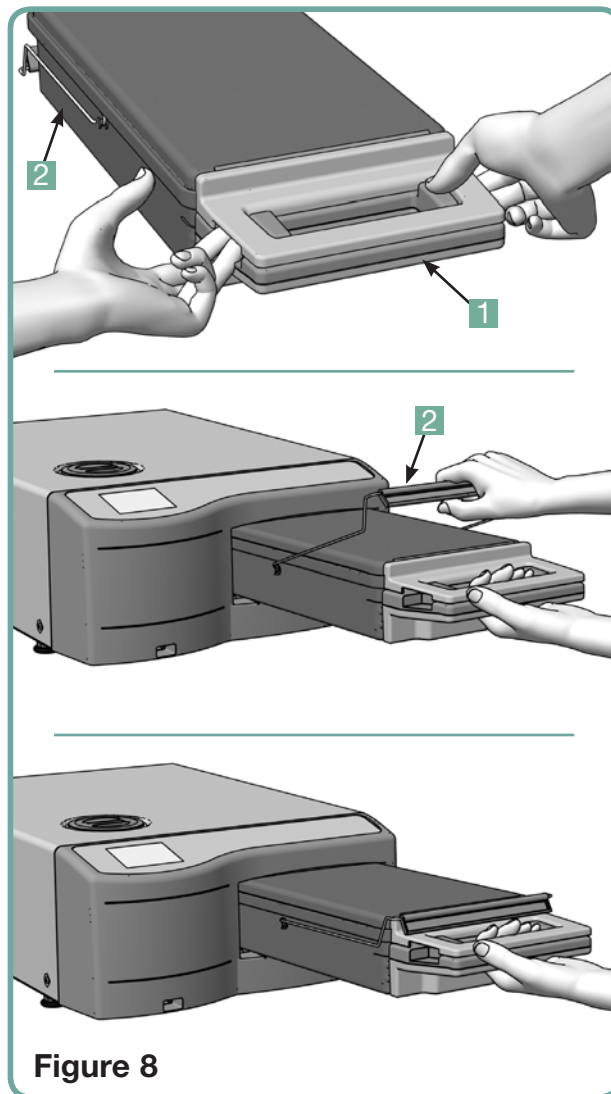

Figure 8
1. Tenir la poignée de la cassette dans une main et la poignée de transport dans l'autre comme illustré à la Figure 8.